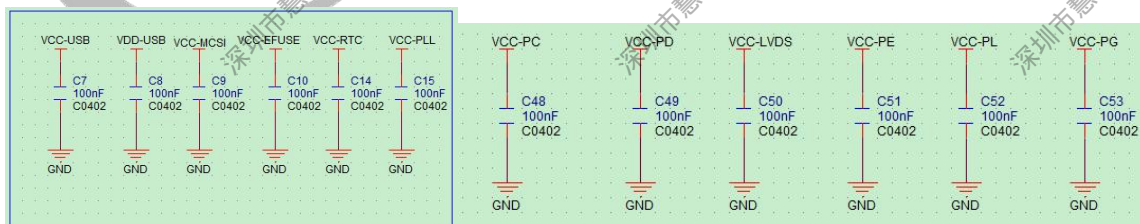

图 2-17 SOC Power PIN
- SOC 其余部分电源脚必须参照标案设计外挂滤波电容，且 PCB 设计时就近放置，不能删减，如 PLL、EFUSE、RTC、GPIO 等，如图 2-17。